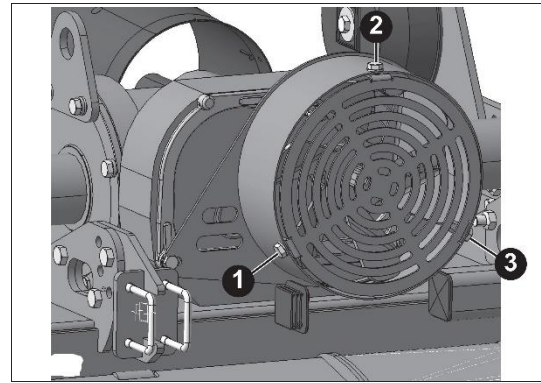

図 37
ロータリーハローSC PROには、1対のギアが入ったギアボックス(図 37)が装備されています。
- 2) 3つの固定ネジ(1、2、3、図 37)を外して、ギアボックスの背面の格子状のファンカバーを取り外してください。